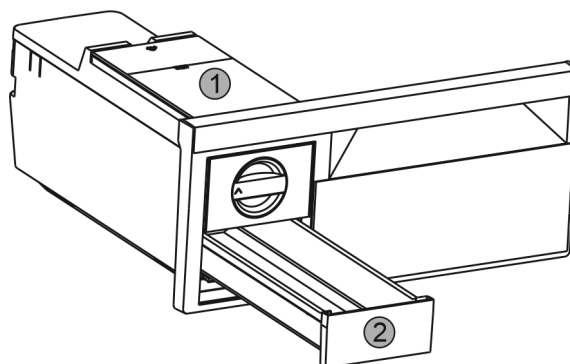

Fig. 62
- ▶ Vyjměte nádržku na vodu *Fig. 62 (1)* a zásuvku na kostky ledu *Fig. 62 (2)*.